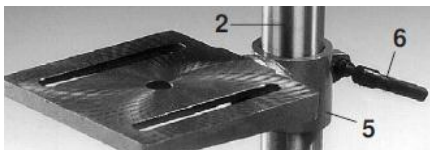

Рис.3
7.2. Установите на колонну 2 стол рабочий с зажимной муфтой 5 и фиксирующей ручкой 6 закрепите стол на желаемой высоте,см. Рис.3